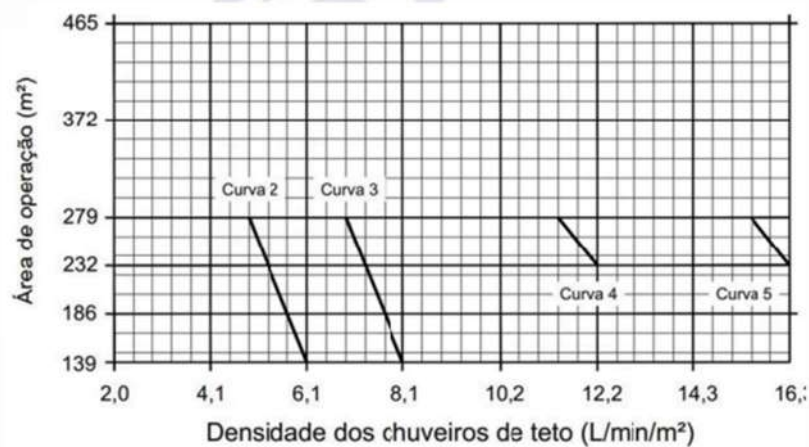

Figura 84 – Armazenamento transitório, até 3,7 m de altura
- **Área de cálculo selecionada (Tabela 62 e figura 84 da NBR 16981 / Figura 42 da NBR 10897 )**
- **Densidade inicial (Tabela 62 e figura 84 da NBR 16981 / Figura 42 da NBR 10897 )**
Interpolação Risco Ordinário 2 (Tabela 62 e figura 84 da NBR 16981 / Figura 42 da NBR 10897)